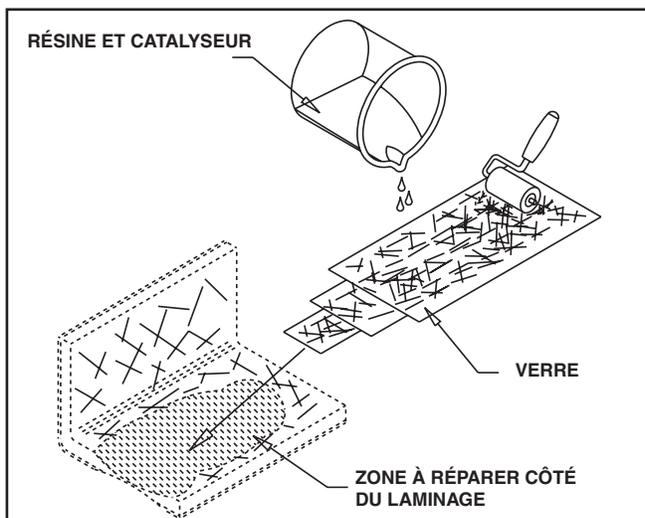

Figure 23 - Application de la résine et du catalyseur
5. Sur un carton, déposer les bandes de fibre de verre et les imbiber de résine à l'aide d'un pinceau. Dès que le renforcement de verre est imbibé, l'appliquer sur le côté laminé de la surface à réparer, et en retirer les bulles au moyen d'un rouleau et d'un pinceau. Voir Figure 23.